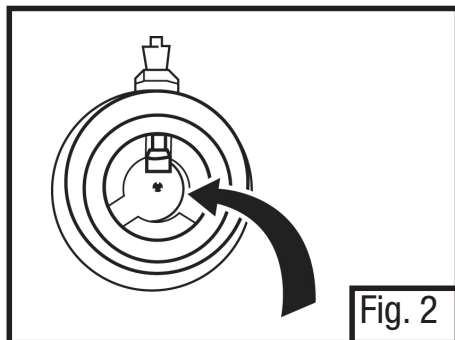

Fig. 2
3. Certifique-se que válvula de inalação do adaptador 601 está no lugar (Fig. 2).